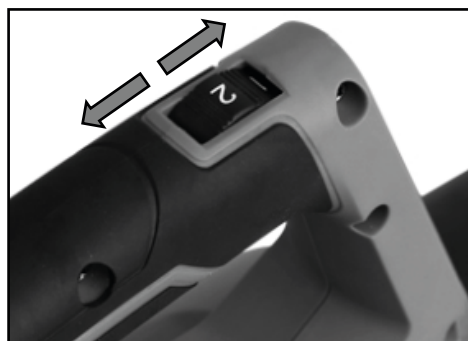

Рисунок 7. Схема увімкнення/вимкнення виробу та встановлення режиму роботи виробу.
3. Для увімкнення виробу – перевести в положення «I» клавішу «Увімк/Вимк» (1, рис. 7).
- Для встановлення режиму роботи (вибору швидкості видування повітря) – перемістити перемикач режимів (3, рис. 1) в необхідне положення (дивись рис. 7).
5. Для вимкнення виробу – перевести в положення «0» клавішу «Увімк/Вимк» (1, рис. 7).